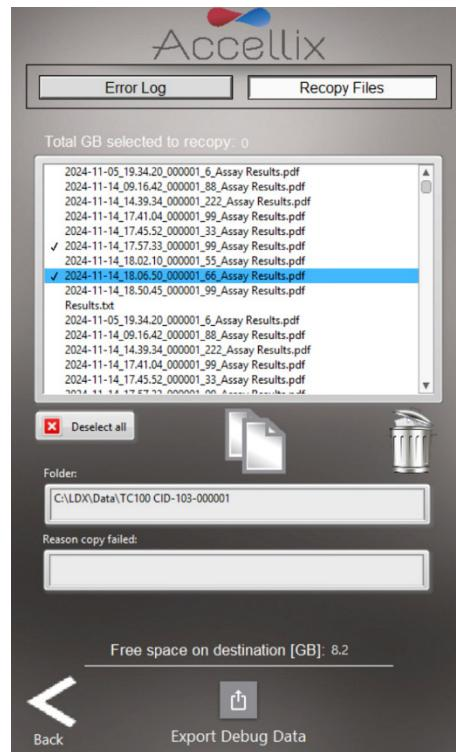

Figura 23: Volver a copiar archivos
2. La pestaña **Recopy Files** (Volver a copiar archivos) muestra todos los archivos de datos que no se han copiado anteriormente (Figura 23).